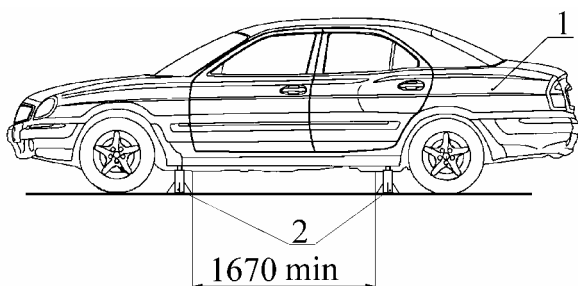

Рис.6. Установка автомобиля на яму:
4.6. Установить автомобиль 1 на смотровую яму или четырехстоечный подъемник (рис. 6), выключить зажигание, установить рычаг КПП в нейтральное положение, затормозить автомобиль стояночным тормозом
Примечание. После выполнения пп. 4.8, 4.9 установить автомобиль на подставки, как показано на рис. 6